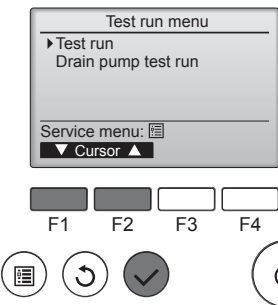

Fig. 6-4
- ④ Selezionare "Test run" (Prova di funzionamento) con il pulsante [F1] o [F2], quindi premere il pulsante ②. (Fig. 6-4)